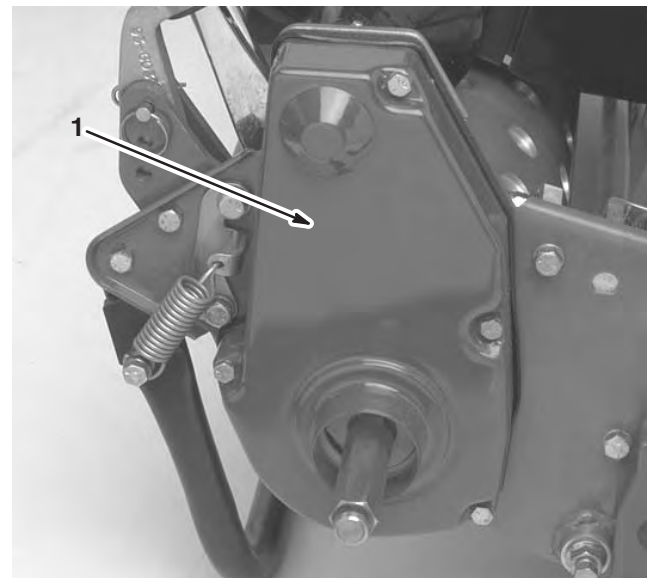

Figure 8
6. Déposez le couvercle de courroie du côté droit de la machine (Fig. 8).